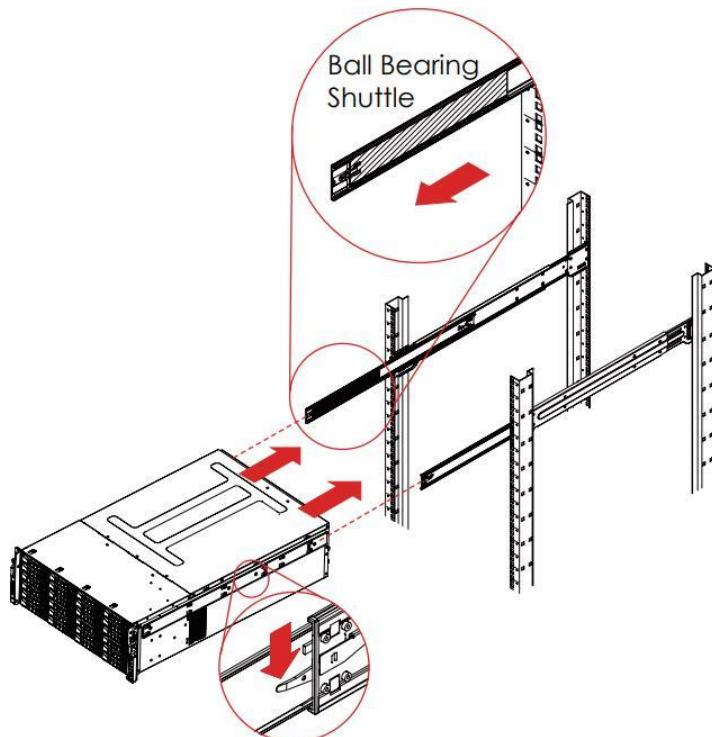

Рисунок 203 – Установка модуля управления в стойку
6. Вставьте корпус модуля в стойку так, чтобы закрепленные на корпусе рельсы встали на свои места в конструкции телескопических направляющих закрепленных в стойке и задвиньте корпус в стойку (см. Рисунок 203).